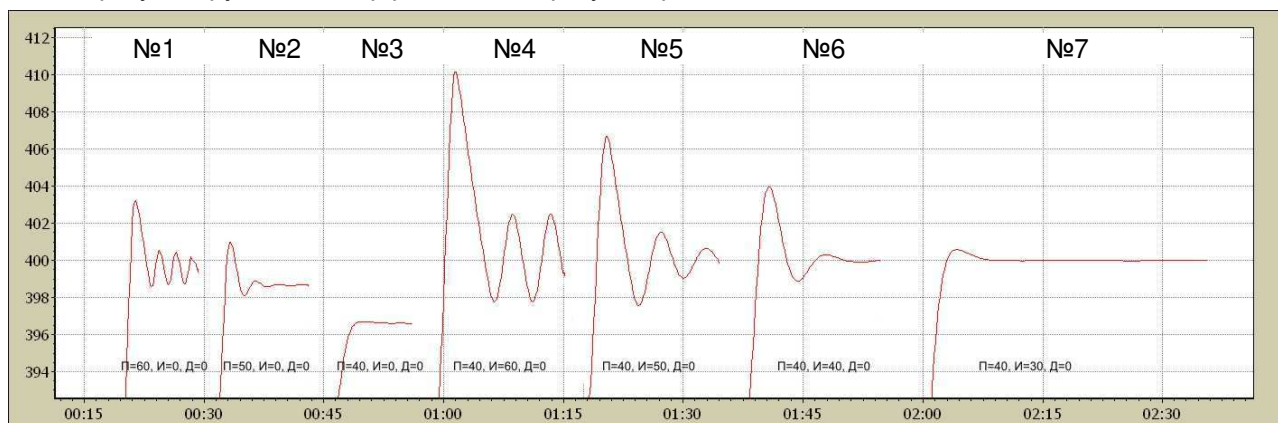

Рис. 7.
10.2. Если получаем график выхода вида №1 или №2, представленных на Рис. 7, то плавно уменьшаем пропорциональный коэффициент до получения графика выхода вида №3.
10.4. Если получаем график выхода вида №4, №5 или №6, представленных на Рис. 7, то плавно уменьшаем интегральный коэффициент до получения графика выхода вида №7.